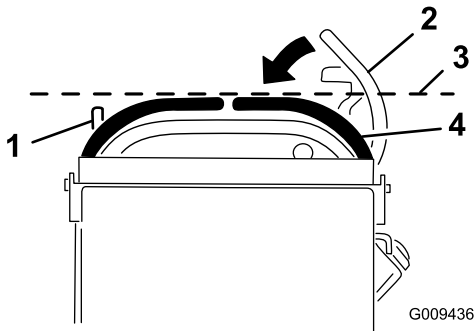

Figura 75
3. Empuje la palanca de control de movimiento de la derecha hacia abajo, sacándola de la posición de bloqueo/punto muerto (Figura 75).
4. Compruebe su alineación horizontal con la palanca de control de movimiento izquierda (Figura 75).